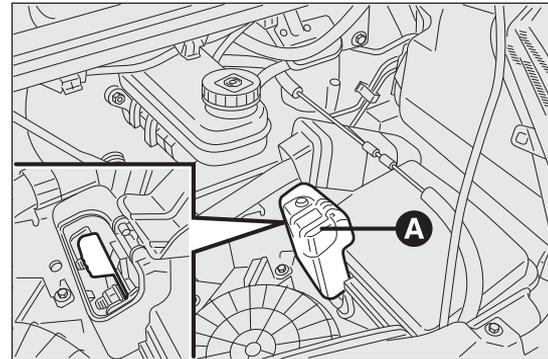

Abb. 166
- den kleinen Deckel A Abb. 166 anheben, um an den Anschluss am Batteriepluspol zu gelangen.